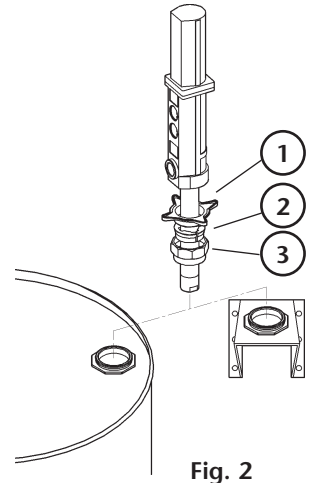

Fig. 2
These pumps can be mounted directly on drums or on a wall bracket fitted with a 2" bung (Fig 2). Loose the star nut (1) of the bung adaptor to remove the inferior nut (3), and screw this into the 2" bung opening of the drum or bracket. Place the star nut (1) and the split collar (2) on the suction tube. Lower the pump through the opening and fasten the assemble at the desired height by tightening the star nut (1).
Las bombas pueden ser montadas directamente sobre bidones o sobre un soporte mural que disponga de rosca 2" BSP H (Fig. 2). Afloje la tuerca en estrella (1) del adaptador para extraer la parte inferior del mismo (2) y rosca en el brocal de 2" del bidón o del soporte. Coloque la tuerca en estrella (1) y la mordaza (2) del adaptador en el tubo, introduzca la bomba por el brocal y apriete el conjunto a la altura deseada.
Les pompes peuvent être installées directement sur fût ou sur un support mural muni d'un raccord 2" BSP (F) (Voir Fig. 2). Desserrer le raccord en étoile (1) de l'adaptateur pour extraire la partie inférieure de ce dernier (2) et la fixer à l'orifice 2" du fût ou du support. Placer le raccord en étoile (1) ainsi que le mordant (2) de l'adaptateur dans le tube et introduire la pompe par l'orifice du fût ou du support en serrant l'ensemble des éléments à la hauteur désirée.
Die Pumpen können direkt auf das Fass oder auf eine Wandhalterung mit 2"-Verschraubung montiert werden. (Bild 2)